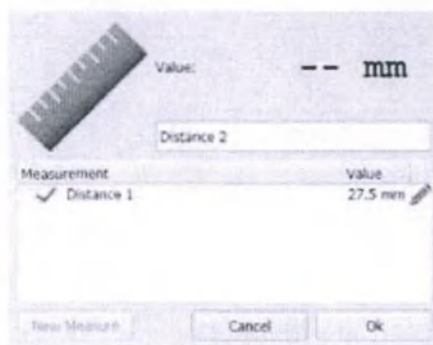

Рисунок 7: Всплывающее окно Расстояние
- Расстояние (Distance): свободное измерение на любом виде 2D (Рисунок 7).